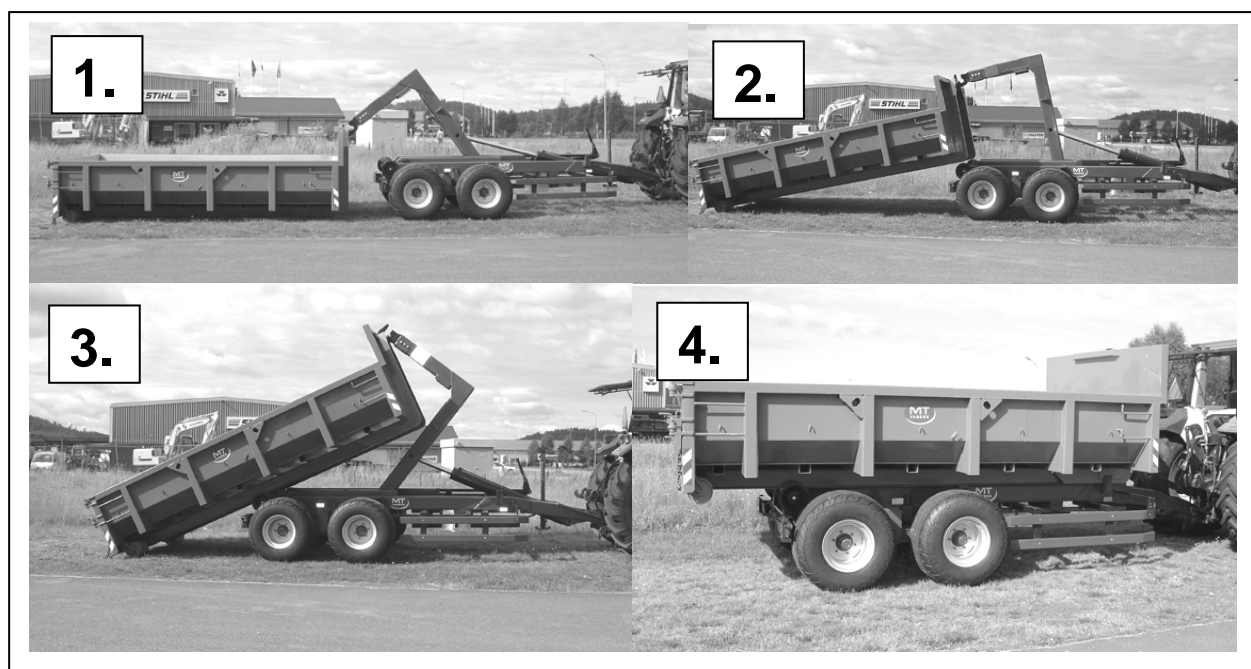

Bild 8 – Att dra upp ett flak på växlarvagnen (Bilden visar MT8-12).
4. Backa vagnen rakt mot flaket, kroka fast flaket och lyft upp en liten bit (Bild 8, Pos. 1).
5. Börja att dra upp flaket (Bild 8, Pos. 2), underlag, lutning och markförhållanden får avgöra om traktorn ska bromsas eller följa med bakåt när flaket dras upp. Prova Er fram för att fastställa lämpligast metod, egen erfarenhet är ofta bäst.
6. Kontrollera under tiden att flaket hamnar rätt på chassit (Bild 8, Pos. 3). Dra upp flaket helt på vagnen.
7. Sänk ned och parkera armen i sitt nedre läge (Bild 8, Pos. 4).